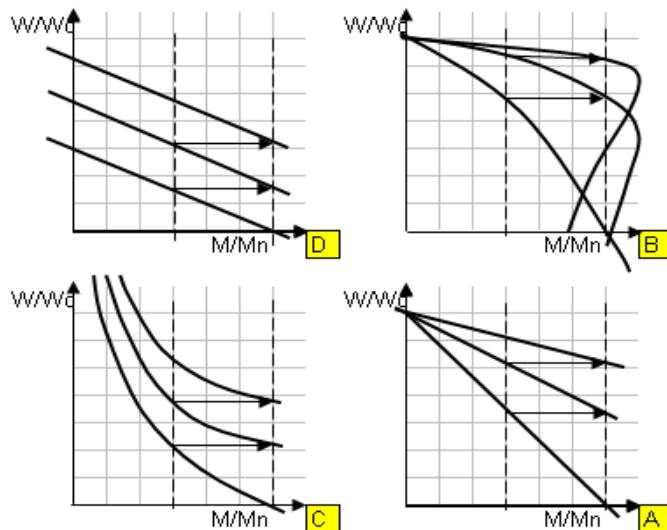

Рис.6. Механические хар-ки при реостатном регулирововании
17. Механические характеристики при реостатном регулировании скорости (рис.6) двигателя постоянного тока независимого возбуждения